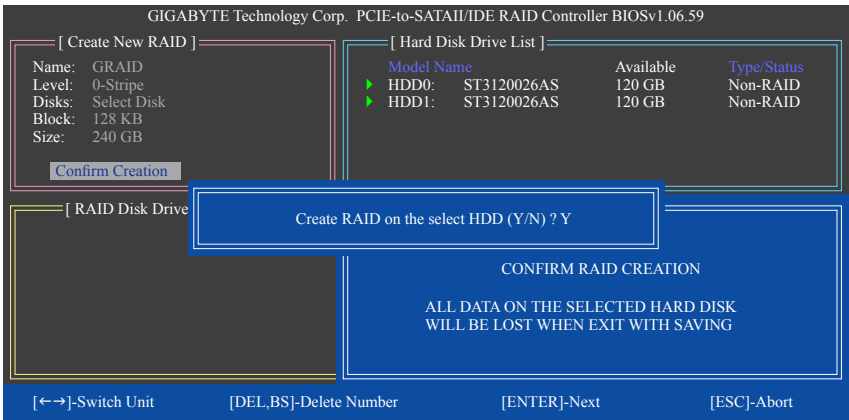

图7
6. 确认建立磁盘阵列(Confirm Creation): 完成以上设置后光标将自动跳至「Confirm Creation」项目, 按<Enter>键, 当确认信息出现时, 确定制作磁盘阵列按<Y>, 取消请按<N> (图7)。